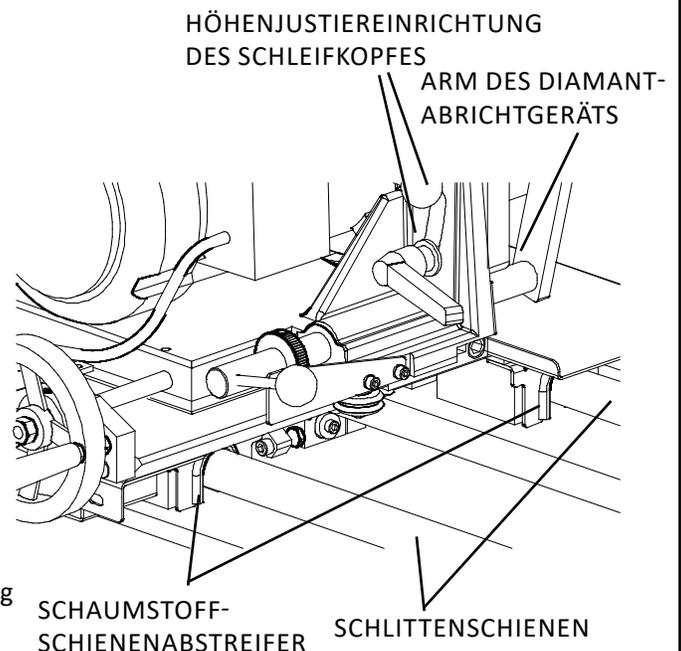

ABB. 15
4. Ersetzen Sie die vier Schaumstoff-Schienenabstreifer (ABB. 15) alle 6 Betriebsmonate. Hinweis: Abstreifer werden entfernt, wenn die optionalen Faltenbälge angebracht werden.